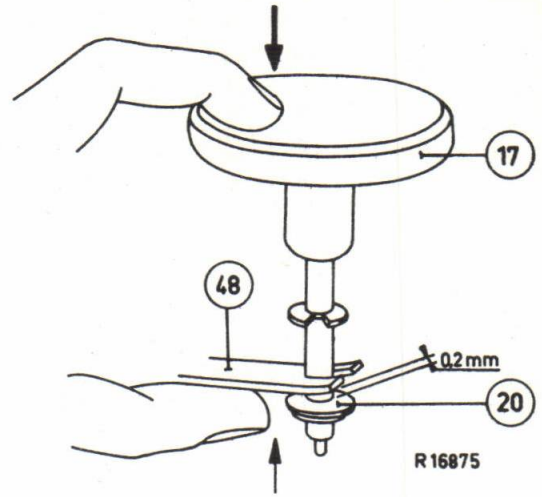

Fig. 21
- 3) Apparaat in stand "in" plaatsen (zie fig.21).